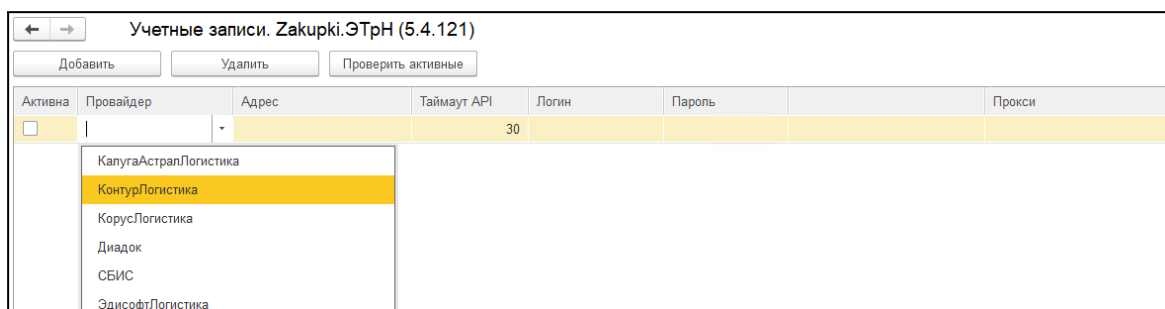

Рис. 67. Добавление строки с учетной записью и выбор провайдера
1. Нажмите на кнопку «Добавить» и в открывающемся списке выберите провайдера ЭДО (рис. 67).